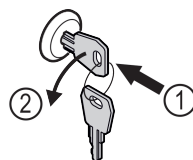

Fig. 205
- ▶ Вставьте ключ. Fig. 205 (1)
- ▶ Поверните ключ на 90° против часовой стрелки. Fig. 205 (2)